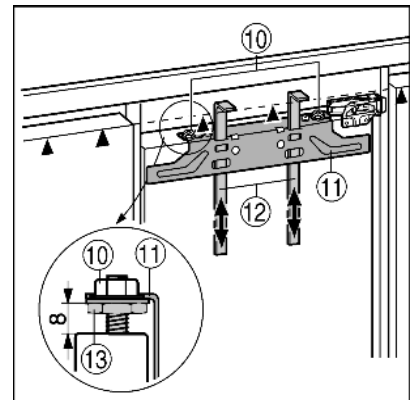

Fig. 16
- ▶ Засоби для монтажу Fig. 16 (12) підніміть на висоту дверцят шафи. Нижнє кріплення ▲ засобу для монтажу = верхній край монтованих дверцят шафи.
- ▶ Відкрутіть траверсу кріплення Fig. 16 (11) за допомогою контргайок Fig. 16 (10).